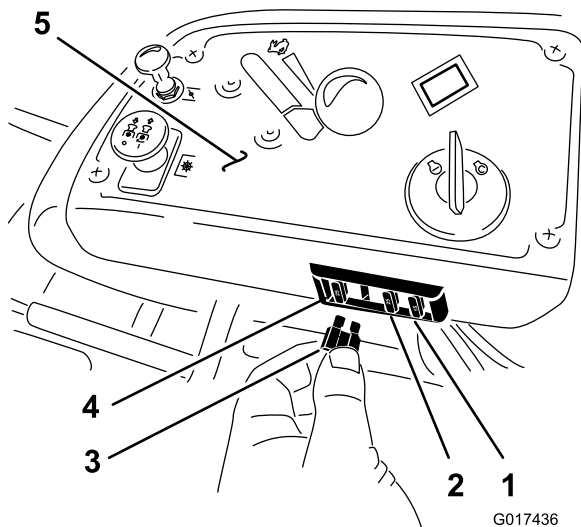

図 48
1. ヒューズは運転席右側のコンソールの中にある (図 48)。
3. 新しいヒューズを取り付ける (図 48)。